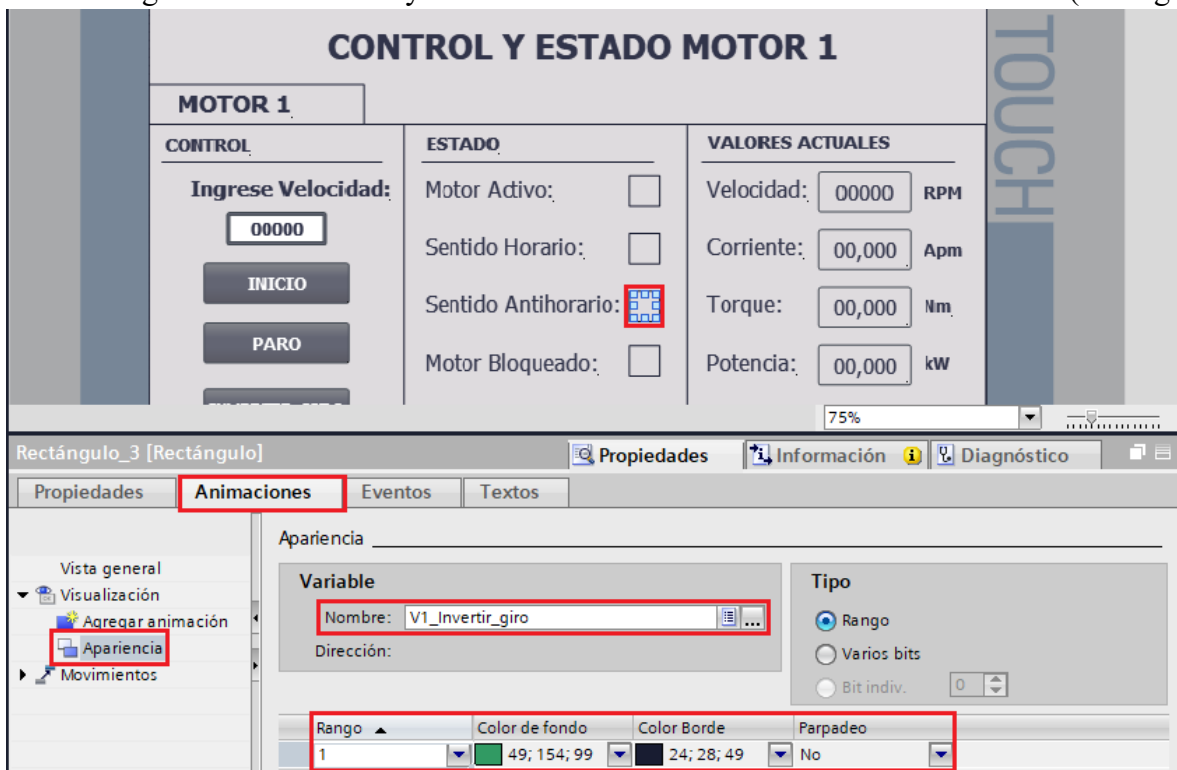

Figura 54. Configuración estado Sentido Antihorario.
- En “Rango” seleccionar “1” y en “Color de fondo” seleccionar el color “Verde” (ver Figura 54).